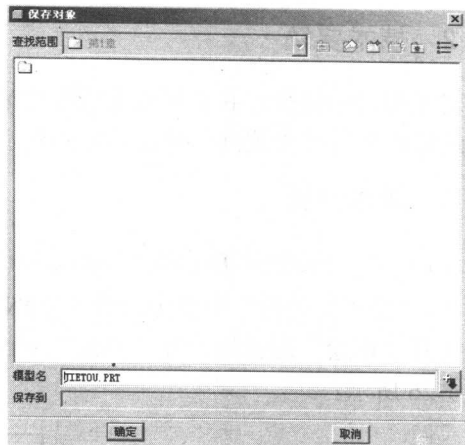

图 1-23 “保存对象”对话框
(23) 至此，接头零件制作完成。单击“保存”  按钮，打开“保存对象”对话框，单击“确定”按钮，以当前的模型名进行保存，如图 1-23 所示。